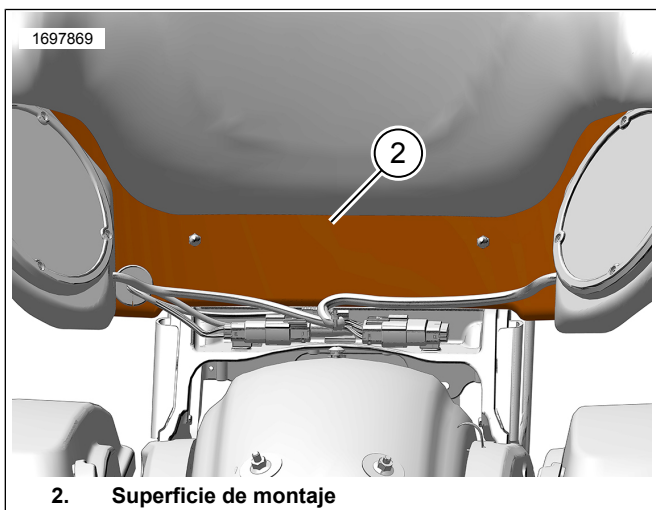

Figura 10. Superficie de montaje
2. Consulte la Figura 10. Instale las presillas de retención del arnés de cables.
- b. Deje que la superficie de montaje (2) se seque por completo.